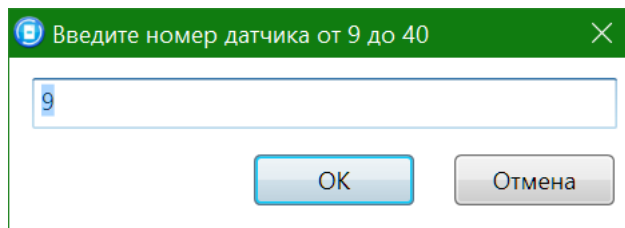

Рис. 5.33. Ввод номера радиоустройства
2. В открывшемся окне укажите номер радиоустройства из числа еще не занятых в нумерации шлейфов и радиоустройств (в указанном диапазоне) и нажмите кнопку *ОК* (Рис. 5.33).